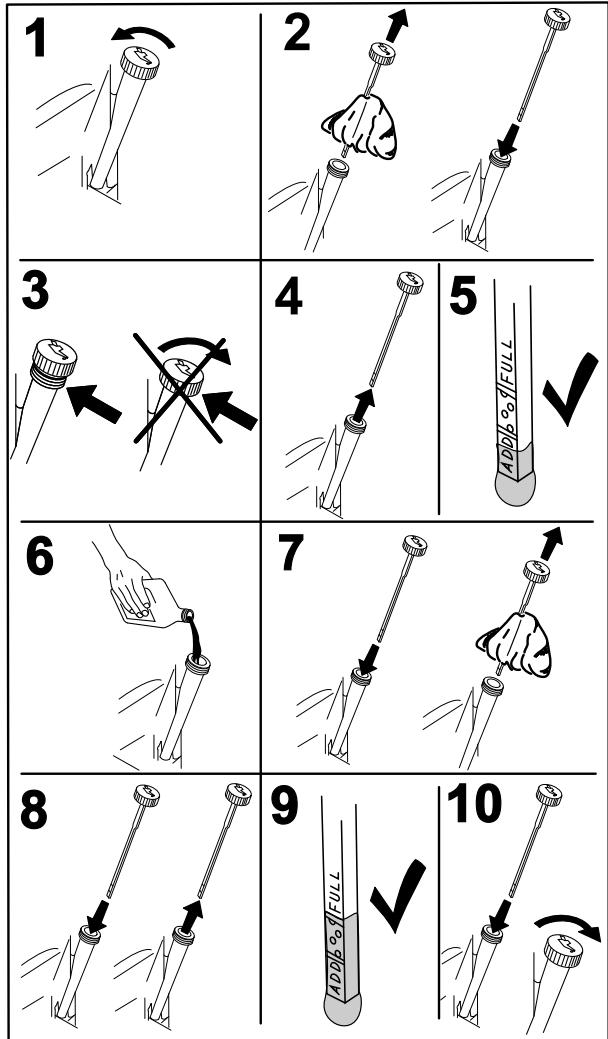

Figure 48
- Avant de quitter la position de conduite, coupez le moteur, enlevez la clé de contact et attendez l'arrêt complet de toutes les pièces mobiles (Figure 48).